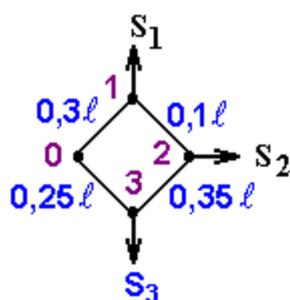

Рисунок 38
**Вариант 16.** Для схемы однородной кольцевой электрической сети  $U_H = 110 \text{ кВ}$  (рис.38), выполненной проводами АС-185, определить: